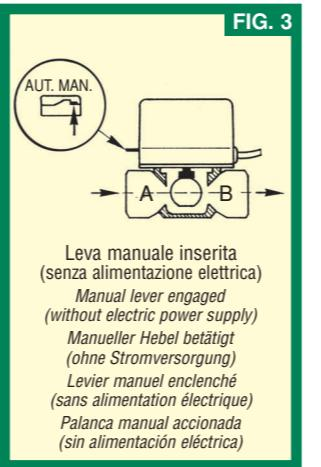

FIG. 3
**USO DELLA LEVA MANUALE** Sul fianco del servomotore si trova una leva che consente di posizionare manualmente l'otturatore in una posizione intermedia (fig. 3). Questo risulta utile nelle fasi di svuotamento e di caricamento dell'impianto. Il riarmo della leva da manuale ad automatico, avviene automaticamente qualora la valvola venga attivata con l'alimentazione elettrica.
**USING THE MANUAL LEVER** A lever is located on the side of the motor. This is used to position the shut-off ball in an intermediate position (fig. 3). This is helpful when filling or emptying the heating system. The lever reset, from manual to automatic, takes place automatically whenever the valve is electrically activated.
**BENUTZUNG DES MANUELLEN HEBELS** Seitlich am Servomotor befindet sich ein Hebel, mit dem der Schieber manuell in eine Mittelstellung gebracht werden kann (Abb. 3). Diese Stellung dient zum Leeren und Befüllen der Anlage. Die Rückstellung des Hebels von manuell auf automatisch erfolgt automatisch, sobald das Ventil bei Stromversorgung aktiviert wird.
**UTILISATION DU LEVIER MANUEL** Sur le côté du servomoteur se trouve un levier permettant de positionner l'obturateur en position intermédiaire (fig. 3). Cela s'avère nécessaire lorsqu'il faut vidanger ou remplir l'installation. Le réarmement du levier de manuel à automatique se fait tout seul dès que le moteur est électriquement alimenté.
**USO DE LA PALANCA MANUAL** En la parte lateral del servomotor se encuentra una palanca que permite colocar manualmente el obturador en una posición intermedia (Fig. 3). Esto es útil en las fases de vaciado y de carga del sistema. El paso de palanca manual a automática se produce automáticamente cuando la válvula es conectada a la alimentación eléctrica.